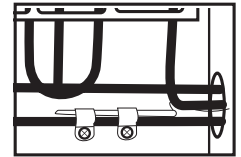

Fig. 1
**PRECAUCIÓN:** tenga cuidado de no tocar los tubos capilares del termóstato al limpiar el interior de la cuba (Fig. 1).